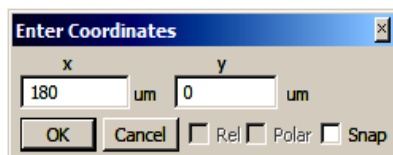
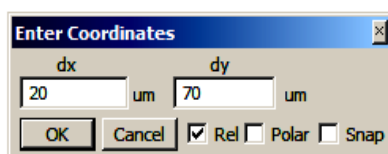

Рис. 80
Рис. 81
2. Выберите в меню **Draw>Rectangle** или щёлкните по значку **Rectangle** на панели инструментов. Переместите курсор в окно ЕМ структуры и нажмите клавишу **Tab**. Введите значения **x** и **y**, как показано на рис. 80. снова нажмите клавишу **Tab** и введите значения **dx** и **dy**, как показано на рис. 81.